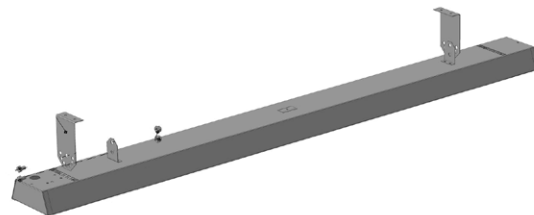

Рис. 4
2. Раскройте чехол с комплектом монтажных деталей и извлеките их. В комплект входят 2 кронштейна и 4 винта M4x10 (рис.4).
- закрепить оголённые концы электрического кабеля в соединительной колодке обогревателя, жёстко притянув их винтами, в строгом соответствии с с рис.4, или рис.5, рис.6, или рис.7.